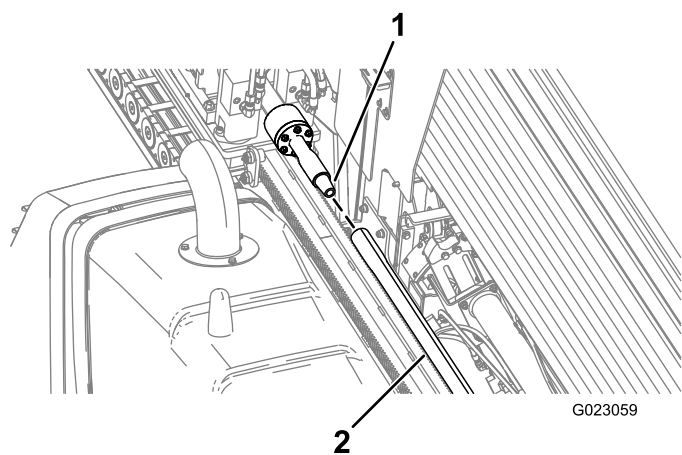

Figura 56
9. Gire el husillo de perforación en sentido horario y mueva el carro lentamente hacia adelante para introducir el husillo en el extremo hembra del tubo (Figura 56).